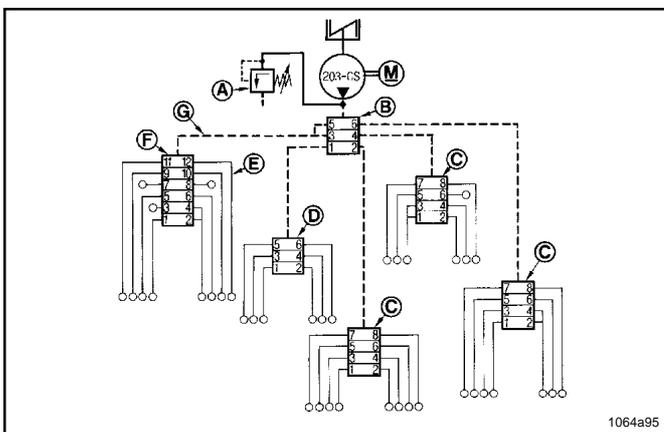

Fig. 30: Eksempel på smøresystem
- Hovedfordelingsblokka (B, Fig. 30) og underfordelere er forbundet med slange G. Dette gir koblingen nedstrøms fra pumpe, i progressiv anlegget.